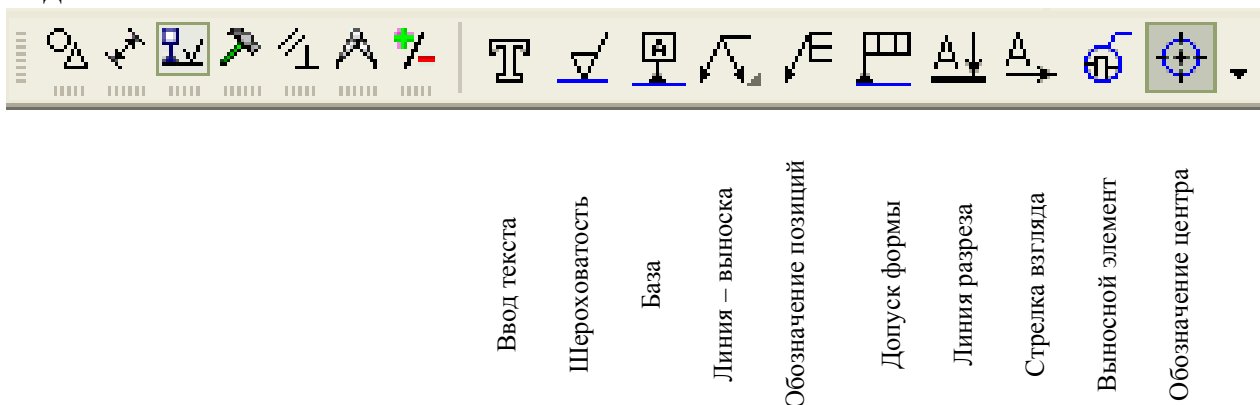
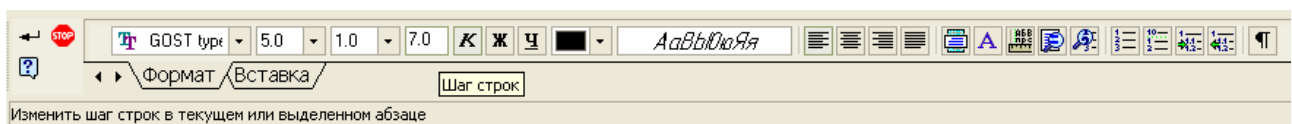

Рис. 11 – Схема компактной панели раздела «*Обозначение*»
Рис. 16 – Схема «**Панели свойств**» для задання різних даних шрифту надписі
3.6 Створюємо текстові надписи на графічних об'єктах за допомогою команди «**Ввод текста**» у розділі «**Обозначение**» (рис.11) і команд Панелі властивостей (рис.16).